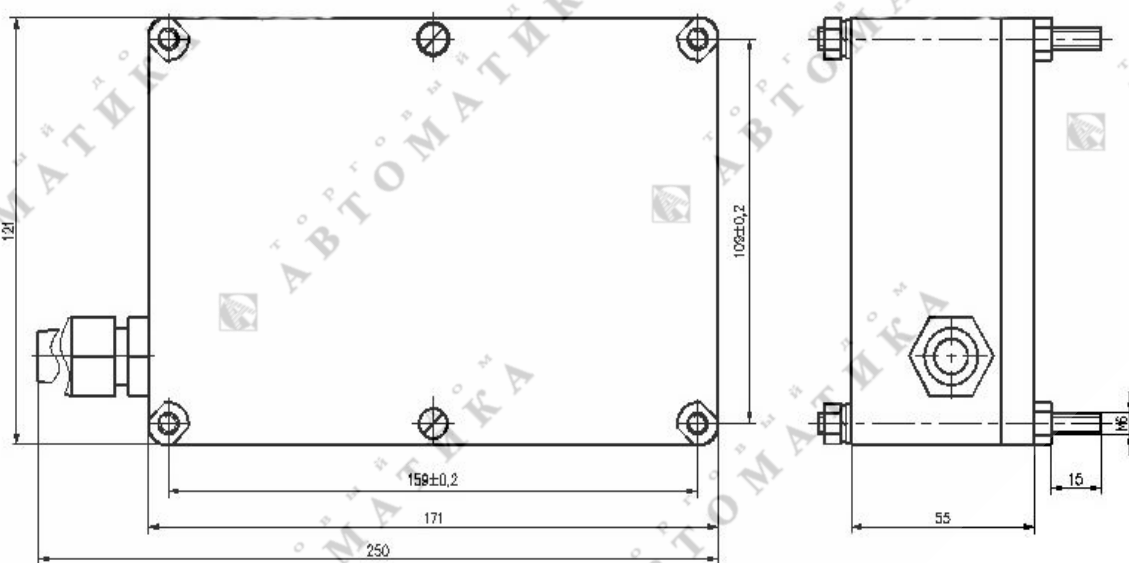
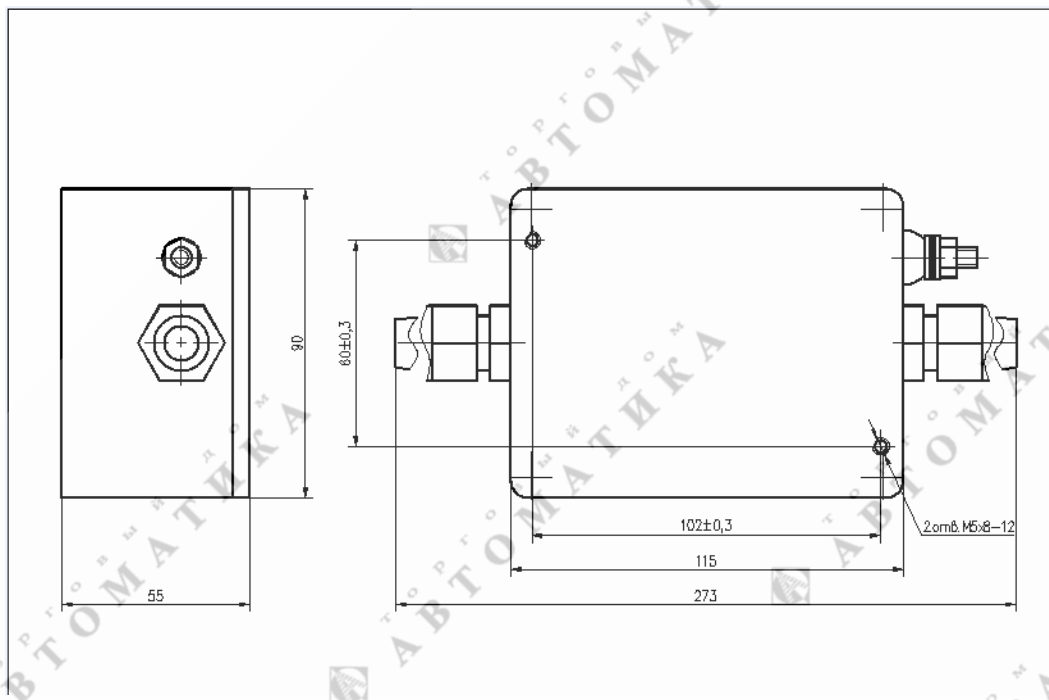

Рис.2
Рис.3
3.5. Внешний вид блока электронного и источника питания приведены на рис.1. Габаритные и присоединительные размеры блока электронного и источника питания приведены на рис.2 и рис.3 соответственно.